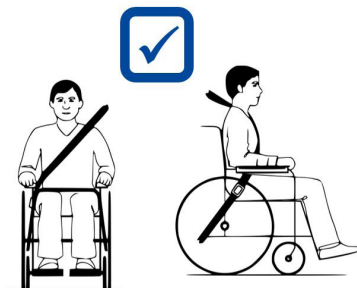

Figura 4
8. Certifique-se de que os cintos de retenção do ombro estejam ajustados sobre os ombros, veja a figura 4